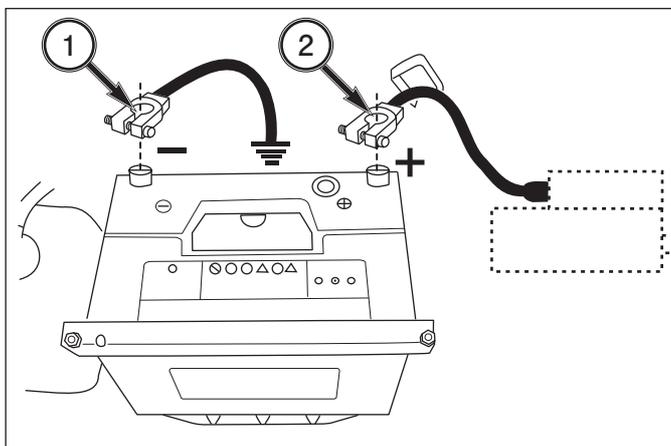

FIG. 6-27
**FIG. 6-27:** Les tracteurs sont expédiés avec la batterie installée. S'il faut remplacer la batterie, débranchez d'abord le câble négatif (-), 1, et puis le câble positif (+), 2. Desserrez et retirez la patte de fixation de la batterie et retirez avec précaution la batterie du tracteur.